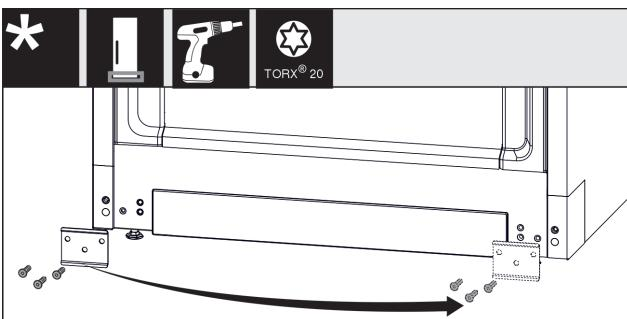

Fig. 12
- ▶ Відкрутити щиток, переставити на інший бік і знову накрутити. Fig. 12 (1)